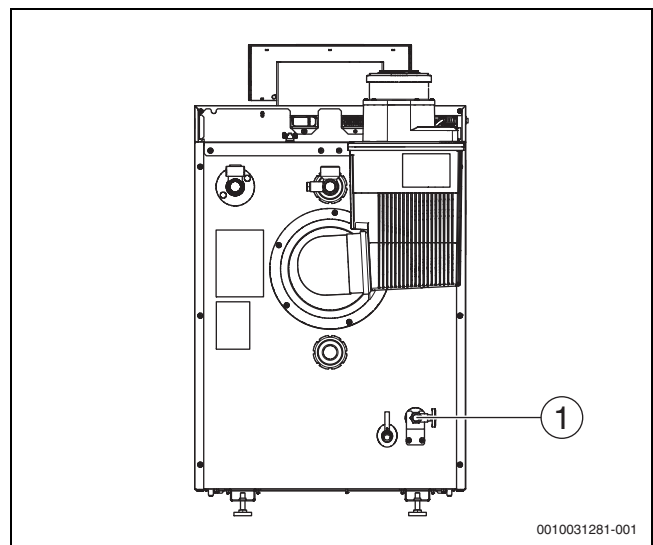

Bild 33 Rückansicht
- Ölleitung am Öl-Absperrventil (→ Bild 33 [1]) montieren.